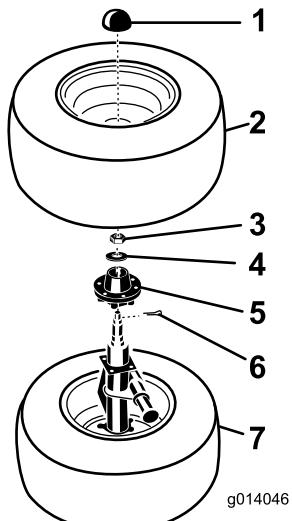

図 3
6. 内側のタイヤを上にして、タイヤ-車軸アセンブリを床の上に置く。各アセンブリから上側のタイヤを外す（図 3）。
7. ダスト・キャップ、コッター・ピン、ベアリング・テンション・ナット、ワッシャを外す（図 3）。
8. 最後にハブ・アセンブリを取り外すと（図 3）、スピンドルと固定プレートが残る。
注 2-4 輪ブレーキ・キットを今回にまとめて取り付ける場合には、アセンブリ全体を逆にして（図 3）、残りのブレーキ・アセンブリとドラム・アセンブリも同様に取り付けます。正しいブレーキ・アセンブリ（内側タイヤに使用したブレーキ・アセンブリと反対のもの）を取り付けてください。